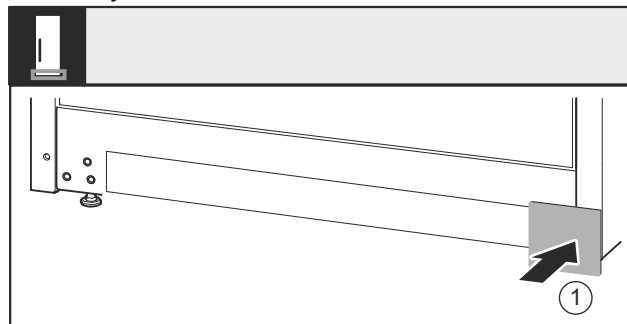

Fig. 39
- ▶ Ponovno natakните poklopac Fig. 39 (1) na drugu stranu.